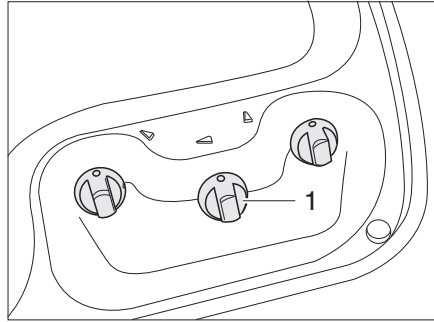
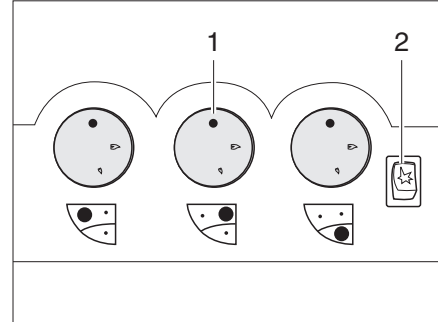

Fig. 231 Elementos de mando para la cocina de gas (variante 1)
Fig. 232 Elementos de mando para la cocina de gas (variante 2)
- Girar el regulador giratorio (Fig. 231,1 ó Fig. 232,1) correspondiente al quemador deseado a la posición de encendido (llama alta).
- Si hay una tecla de encendido (Fig. 232,2): Generar chispas pulsando la tecla de encendido.